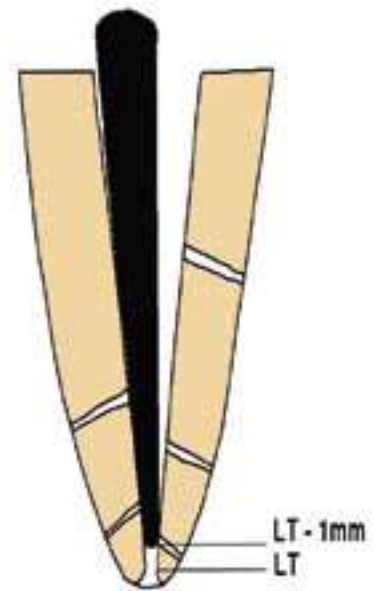

Fig. 21.
- Choix et mise en place du maître-cône (Fig. 21)